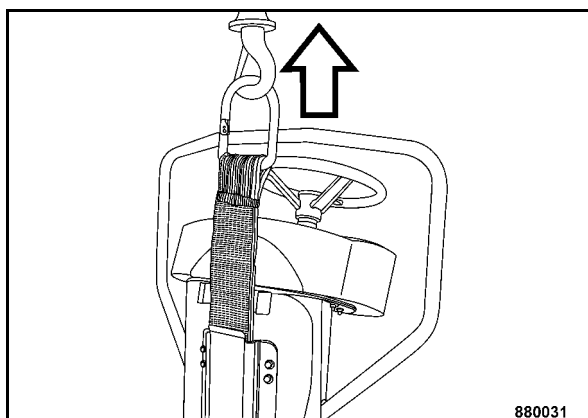

Fig. 82
- Per sollevare la macchina estrarre l'occhiello di sollevamento dal supporto ed agganciarlo nell'apparecchio di sollevamento (Fig. 82).